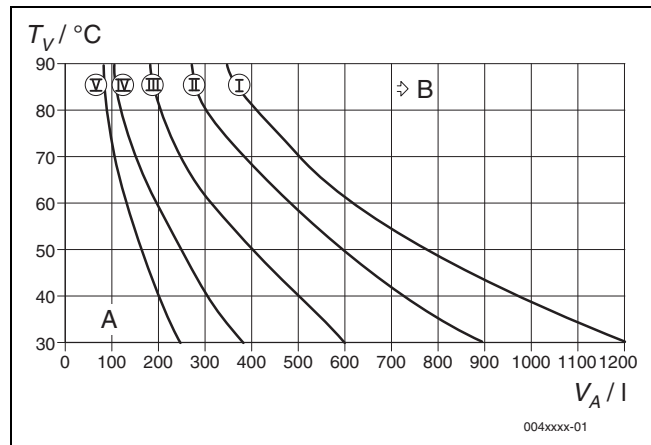

Bild 50 Größe des Ausdehnungsgefäßes für Pufferspeicher mit maximal 400 l Inhalt bestimmen
- Das in Bild 50 genannte maximale Anlagenvolumen wird nicht überschritten.